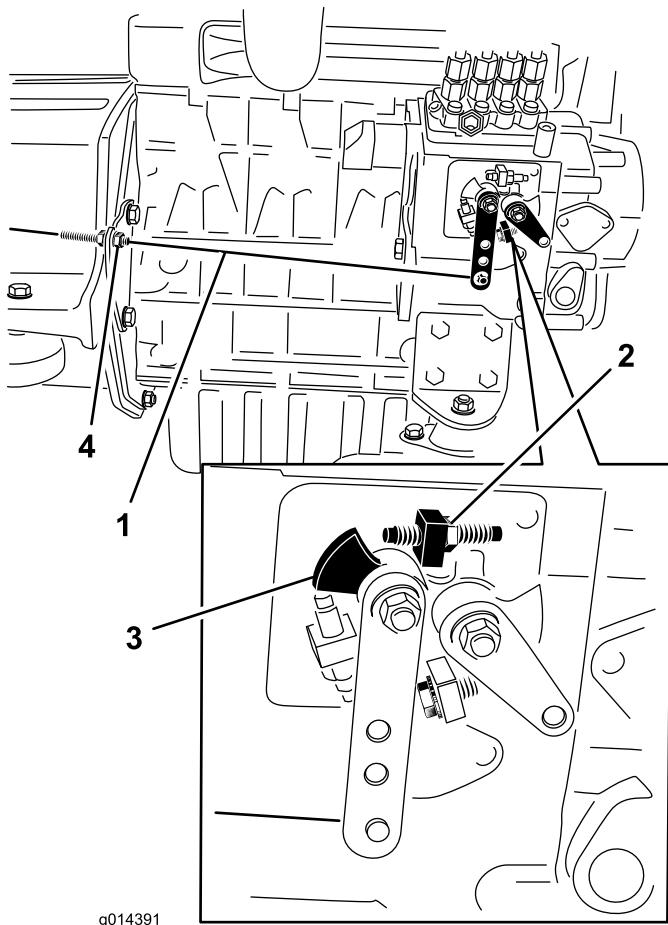

Figure 37
- 2. Vérifiez la position du levier de commande de régime sur la pompe d'injection du moteur. Le levier de commande de vitesse doit toucher la vis de haut régime lorsque la commande d'accélérateur est en position haut régime (verrouillage) (Figure 37).
3. La position des écrous de blocage du câble de commande d'accélérateur peut être ajustée au besoin jusqu'à ce que le levier de commande de vitesse touche la vis de haut régime lorsque le levier est en position haut régime (verrouillage) (Figure 37). **Ne réglez pas la vis de haut régime sur le levier de commande de vitesse.**